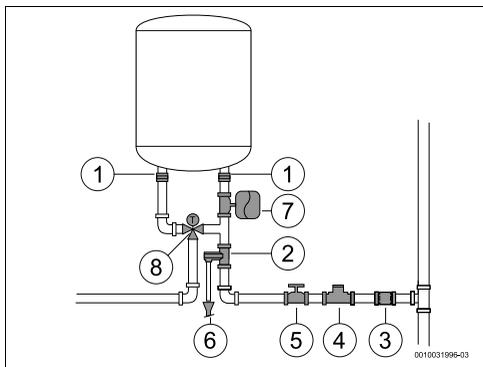

Fig. 10 Ligação de água
De forma a evitar problemas provocados por alterações de pressão súbitas na alimentação, aconselha-se a montagem de uma válvula anti-retorno a montante do termoacumulador (Fig. 10, [7]).
- Instalar a válvula de segurança na entrada de água do termoacumulador (Fig. 10).
- instalar uma válvula redutora (Fig. 10, [4]). A válvula de descarga vai atuar sempre que a pressão da água no aparelho for superior a 8 bar ($\pm 0,5$ bar), pelo que é necessário prever uma forma de canalizar o escoamento dessa água.
- instalar um vaso de expansão (Fig. 10, [7]) para evitar que a abertura da válvula de descarga seja tão frequente. O volume do vaso de expansão deve ser o equivalente a 5% do volume do aparelho.